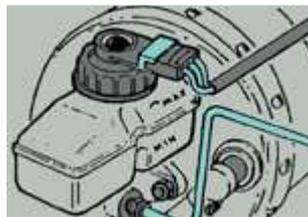

Fig. 3
- **Nivel del depósito del líquido de frenos (fig. 3)**